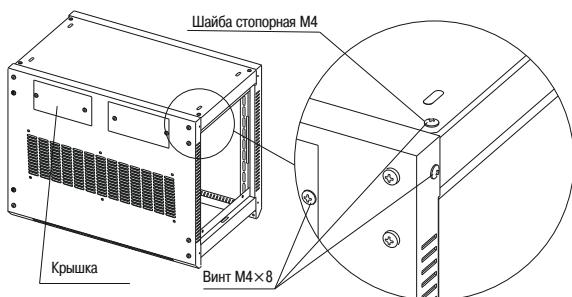

Рисунок 7
1.7 Положите стенку заднюю на рамы между крышей и дном и закрепите шестью винтами M4×8 с шайбами стопорными M4 (рисунок 7).
1.8 Закрепите винтами M4×8 крышу и дно на боковых поверхностях рам (рисунок 7), а также крышки кабельных вводов.